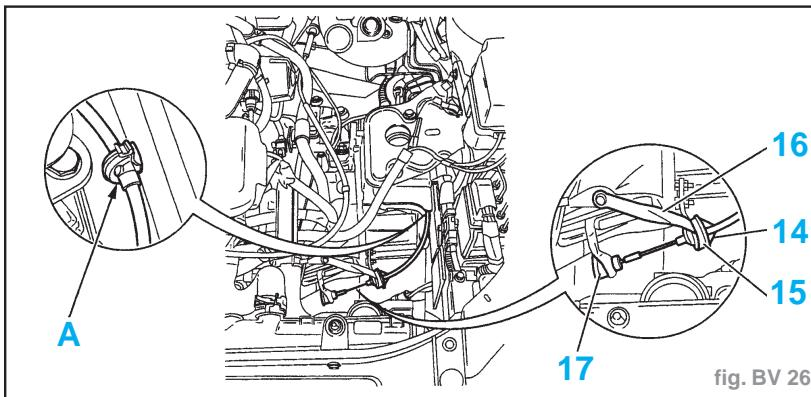

fig. BV 26
- Reposer la bague (17) dans la fourchette de débrayage (fig. BV. 26).
- Lubrifier la lèvre du tampon (15) et l'extrémité cylindrique de l'embout gaine (14).
- Enfoncer le tampon (15) dans le support de câble (16) puis l'embout gaine (14) dans le tampon.
**Impératif** : Mettre en place le manchon dans l'agrafe en (A).